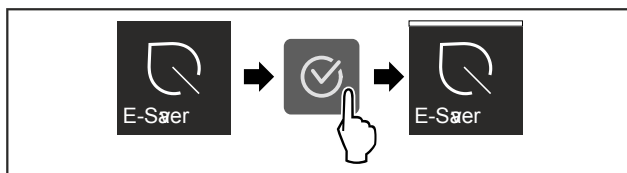

Fig. 16
- ▶ Выполните шаги действия (см. Fig. 16).